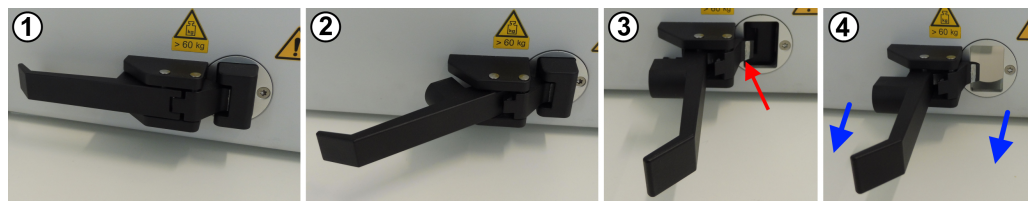

Figura 7-4: Procedimento di apertura manuale
1. Aprire la maniglia dalla posizione 1 alla 2 in figura 7-4.
2. Aprire ulteriormente la maniglia dalla posizione 2 alla 3 in figura 7-4.
- Assicurarsi che la maniglia sia completamente aperta con un angolo di 90° rispetto alla porta, come indicato nelle figure 3 e 4 in figura 7-4.
- Spostare la maniglia dalla posizione 3 alla 2 in figura 7-4.
- Chiudere ulteriormente la maniglia dalla posizione 2 alla 1 in figura 7-4.